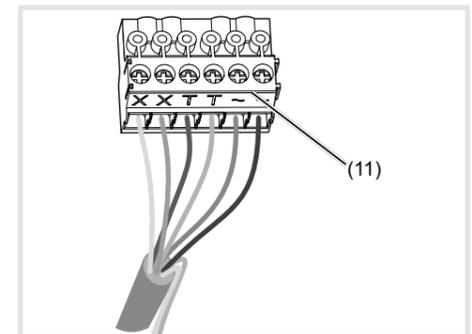

Figura 6: blocco di serraggio di collegamento cablato
- Tirare verso il basso il blocco di serraggio di collegamento (11) dell'apparecchio.
- Collegare la coppia di fili della linea bus a 2Fili ai morsetti **XX** del blocco di serraggio di collegamento (figura 6).
- Eventualmente collegare il cavo apriporta ai morsetti **TT** del blocco di serraggio di collegamento (figura 6 e 7).
- Per la retroilluminazione tasti di chiamata 12 V~, collegare la linea di alimentazione del trasformatore di rete ai morsetti ~- del blocco di serraggio di collegamento (figura 6 ... 8).